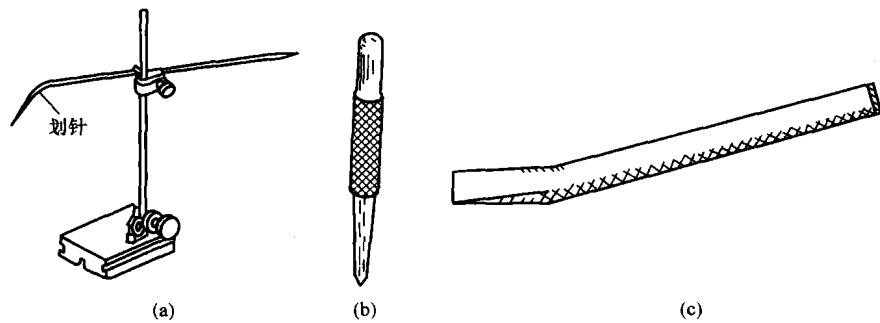

图 1-16 铣工常用的工具
(1) 划针。如图 1-16 (a) 所示，划针是用工具钢或弹簧钢丝制成的，直径为 3~5mm，尖端磨成 15°~20° 的尖角，并经淬火处理。电机检修中一般用来立体划线和校正工件。
(2) 样冲。如图 1-16 (b) 所示，样冲用作工件划线冲小眼，作标志或钻孔定中心等，有时也用来作原始记录的标记使用。样冲尖端要磨成 45°~60°，并要淬火处理。
(3) 扁铲。如图 1-16 (c) 所示，扁铲用来铲断旧导线以及无纬带箍之用。